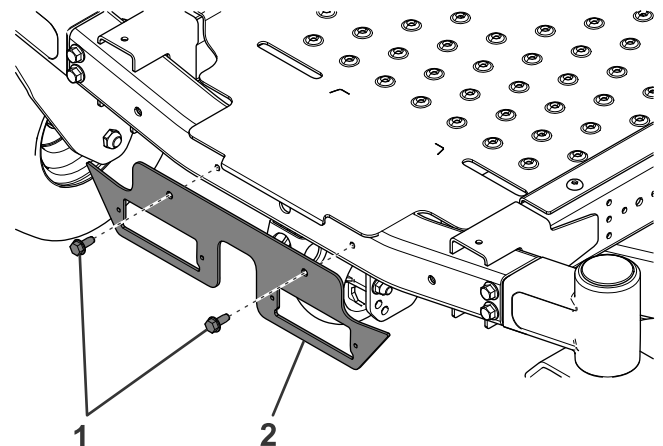

Figure 3
1. Fixez la plaque de montage à l'avant du cadre à l'aide de 2 boulons à embase (5/16"), comme montré à la Figure 3.